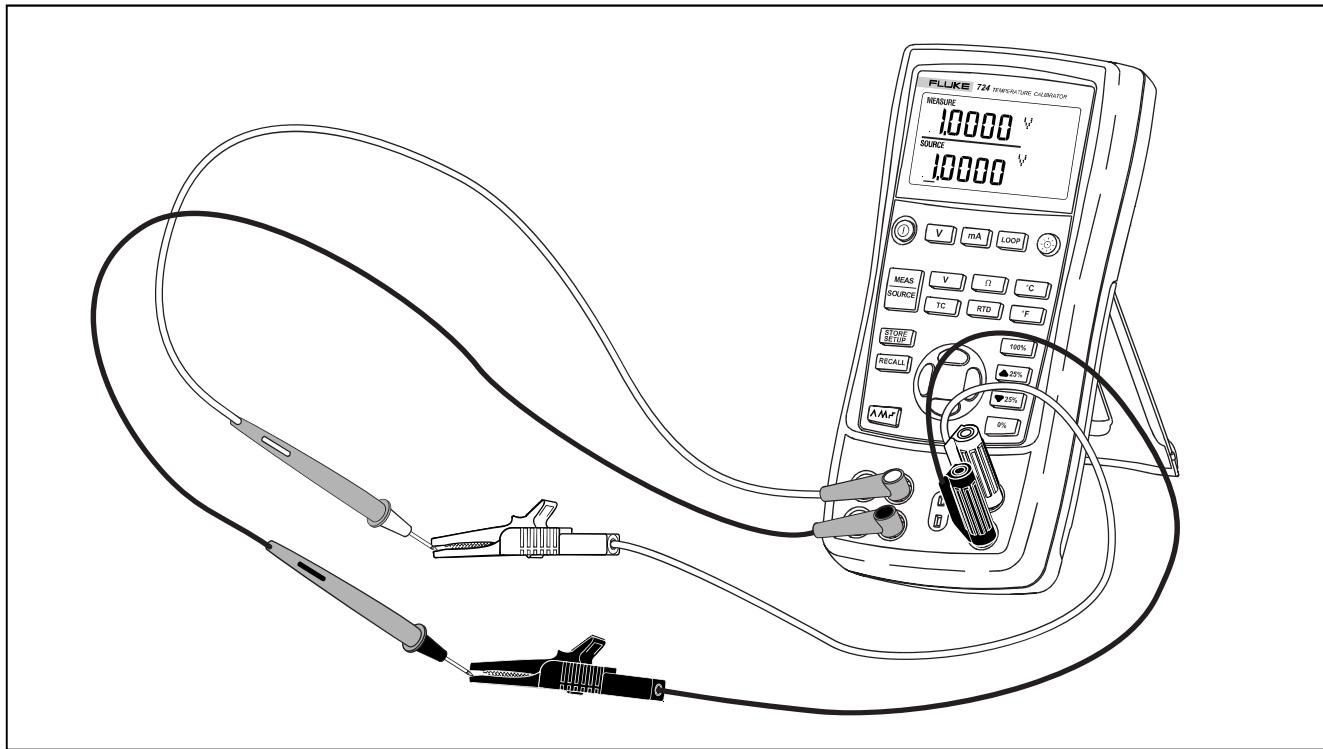

图 5. 电压-电压测试
1. 按图 5 所示把校准仪的输出电压端子接到它的输入电压插孔上。
2. 按 ① 打开校准仪。按 **V** 选择直流电压（显示屏上部）。
5. 按 **①** 或 **②** 以选择改变一个数位。按 **③** 选择输出值为 1V。按住 **④** 使 1V 作为 0% 的值。
6. 按 **③** 使输出增加到 5V。按住 **⑤** 使 5V 作为 100% 的值。